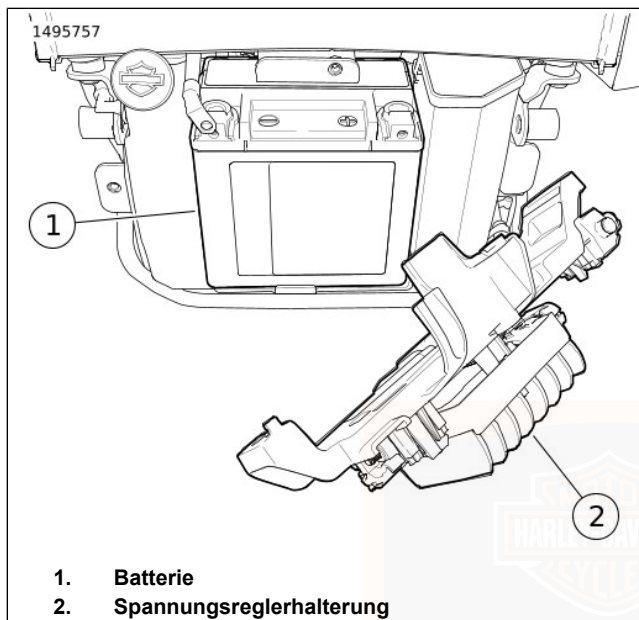

Abbildung 81. Spannungsgreglerhalterung
6. Abbildung 81 Die Spannungsreglerhalterung (2) beiseiteschieben.
7. Die Batterie (1) ausbauen.